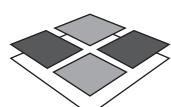

Fig. 2
- 2) Houd de hefboom goed vast en deze al draaiend voorzichtig tot de DEMAG positie brengen (Fig. 2).